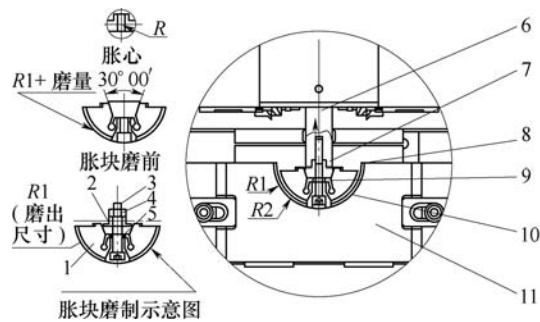

图 2
(2) 例2: 图2为轴瓦拉削机的夹具图, 为保证轴瓦拉削质量, 必须使轴瓦与胎具贴合面积
这就要求胀块1在压紧轴瓦(等厚体)后其轮廓与胎具11轮廓之间为等厚面(其厚度等于轴瓦厚度)。为达到上述要求, 将胀心7按要求加工(见图3左上, 其外形为圆柱面, 与胀块斜面的接触为线接触), 胀块在最终磨加工前要留出磨量(见图3左中); 在胀块最终加工时, 用螺钉3联接胀心2、调整垫5和胀块组成组件。调整垫的作用是使胀心对胀块产生需要的胀紧力和胀紧变形, 此时胀块的外圆柱面在胀紧力的作用下变形成为一个卵圆柱面(见图2左下), 然后再磨出胀块所要求的半圆柱面R1。注意: 当松开组件后胀块由于材料